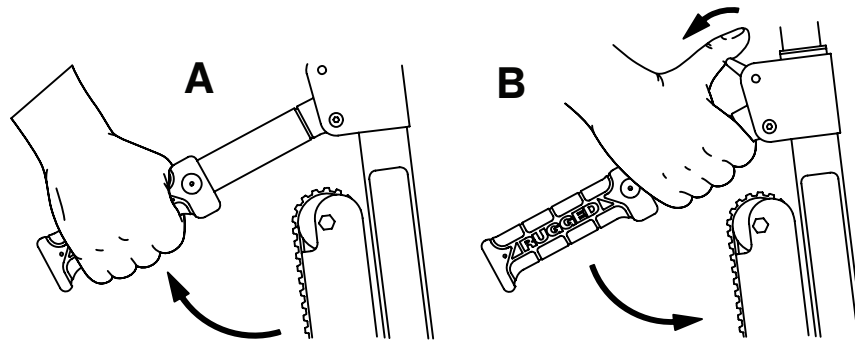

Figura 7 – Descenso de los mangos elevadores posteriores de bloqueo
1. Levante el mango elevador posterior de bloqueo (A) (Figura 7).
2. Tire hacia usted del disparador rojo del mango (B) con el pulgar.